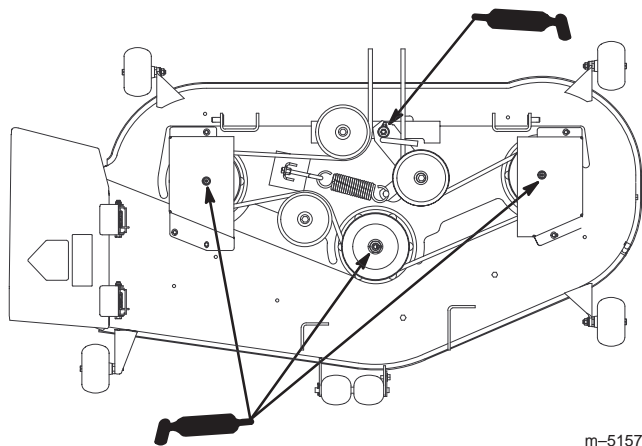

Figure 30
2. Lubrifiez les graisseurs des roulements des trois axes (Fig. 30).
3. Graissez le pivot de la poulie de tension (Fig. 30).